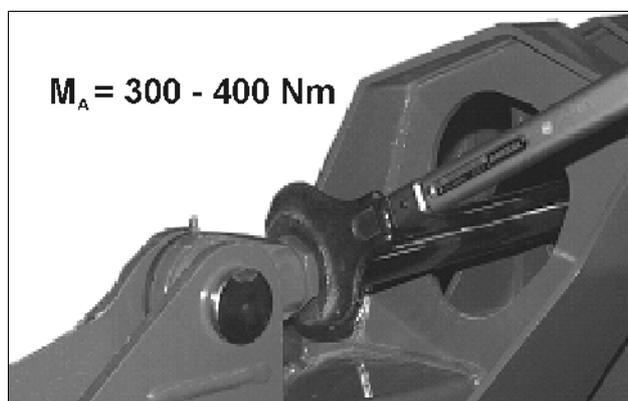

Fig. 28
- Tiltrekkingsmoment 300 – 400 Nm (Fig. 28)